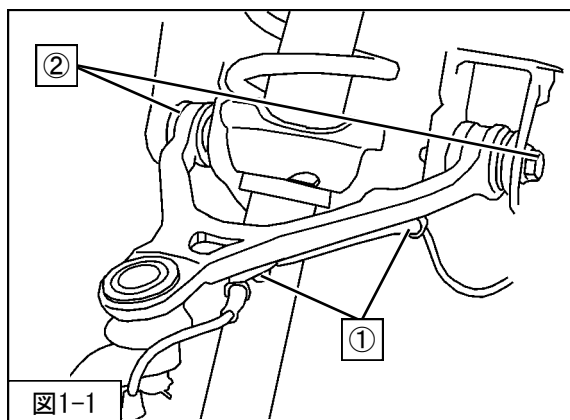

図1-1
2. ①ホイールセンサコード取付ボルトを取外し、アッパーアームからホイールセンサコードを取外してください。（図1-1）
3. ②アッパーアーム取付ボルトを取外してください。（図1-1）